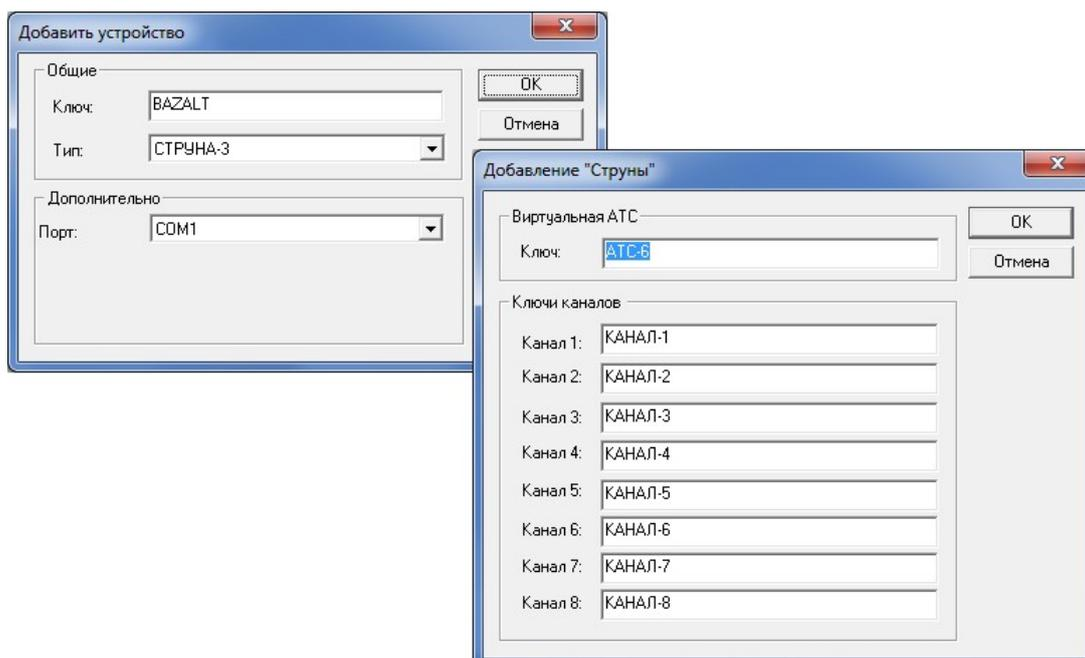

Рисунок 6.11. Добавление «Струны»
- ключи, присваиваемые каналам пульта (рисунок 6.11).